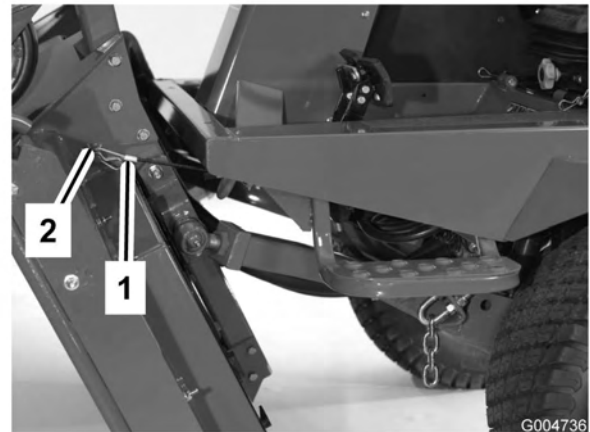

Figura 85
6. Sujetando la unidad de corte en posición vertical, coloque el extremo del cable sobre el pasador del brazo de elevación de la unidad de corte y fíjelo con el pasador de horquilla (Figura 85).